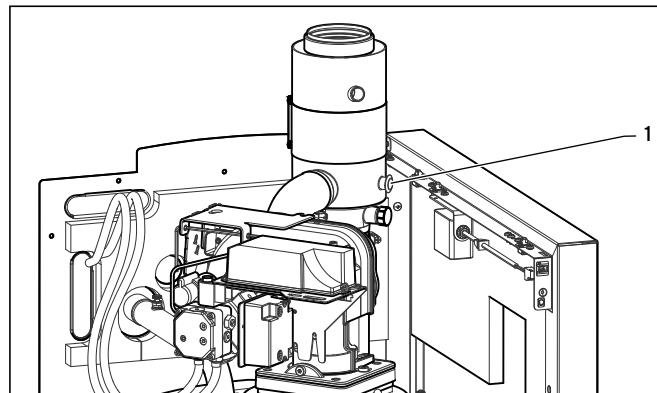

Abb. 5.1 Entgasungsleitung an icoVIT installieren
- Entfernen Sie den Stopfen (1) (siehe Abb. 5.1) aus der oberen Öffnung des Luftsaugstutzens.